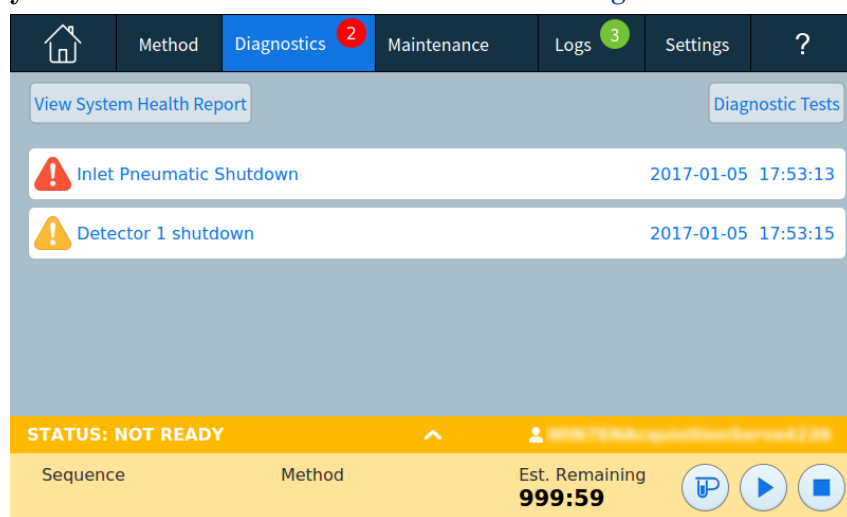

Figura 23 Vista de diagnósticos
Además, esta vista proporciona una lista de las alertas actuales y el informe de salud del sistema. Consulte Figura 23.
- 1 En la pantalla táctil toque en **Diagnostics**. Aparecerá la vista de diagnósticos. Consulte Figura 23. Esta vista incluye una lista de las alertas actuales.